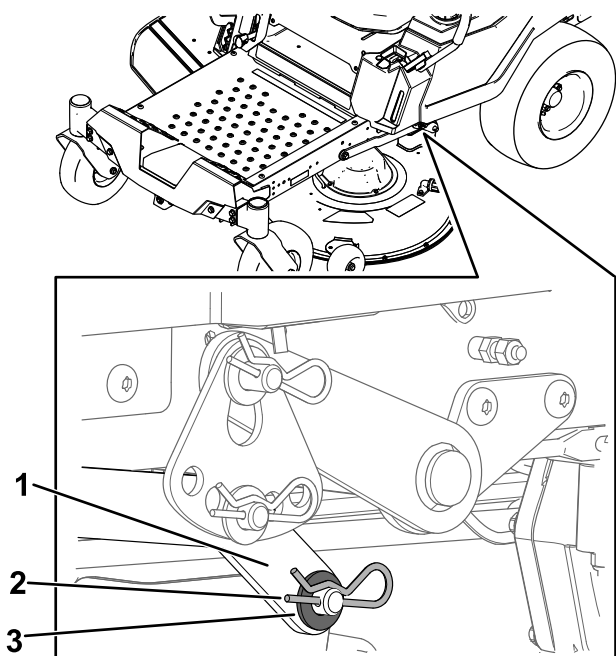

Bild 75
7. Entfernen Sie auf einer Seite der Maschine die Unterlegscheibe und den Splint vom Mähwerksstift (Bild 75).
8. Entfernen Sie den Hubarm vom Mähwerksstift (Bild 75).
5. Heben Sie auf einer Seite der Maschine die Rückseite des Mähwerks an und montieren Sie den Hubarm am Mähwerksstift (Bild 75).
6. Montieren Sie den Hubarm mit der Unterlegscheibe und dem Splint (Bild 75).